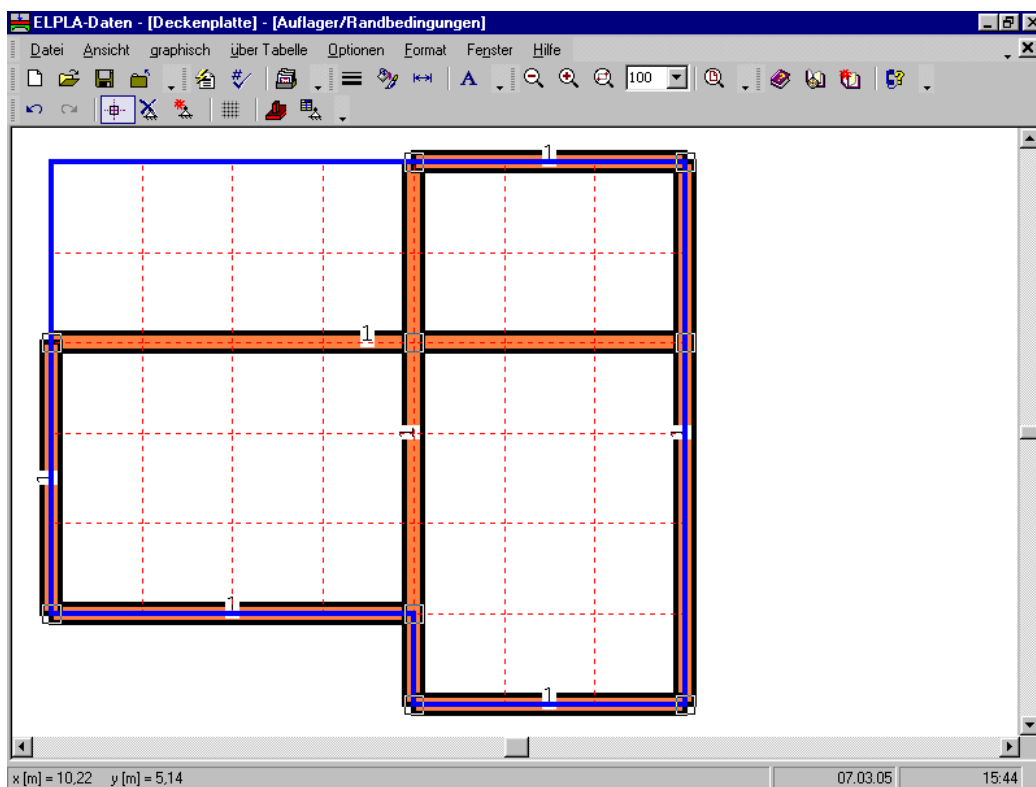

Bild 2-24 Einfügen der 9 Träger mit der Maus (erkennlich an kleinen Rechtecken)
- Klicken Sie die linke Maustaste auf die gewünschten Knoten mit Stützen, wie im Bild 2-24 gezeigt
- Nach dem Auswählen von Knoten der Stützen wählen Sie den Befehl "Auflager einfügen" aus dem Menü "graphisch" im Bild 2-24